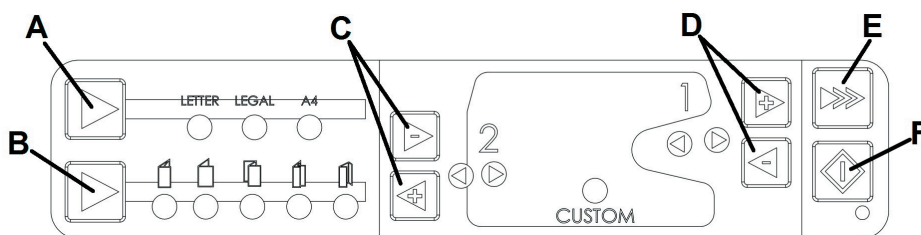

Abb. 8
2. Drücken Sie die Tasten für den 1. und den 2. Papierstopp (siehe die Tasten C und D in Abbildung 8), um die Papierstopps in die gewünschte Richtung zu bewegen. Hinweis: Unmittelbar nach dem Drücken einer der Tasten für benutzerspezifische Falzung erlöschen die LEDs für das voreingestellte Papierformat und die voreingestellte Falzart. Stattdessen leuchtet die LED für benutzerspezifische Falzung und gibt an, dass sich das Gerät im Betriebsmodus für benutzerspezifische Falzung befindet.